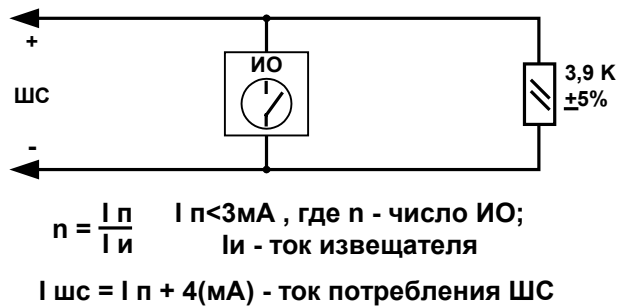

Рис. 5 Охранный ШС с активными ИО
- от активных ИО с нормально-разомкнутыми контактами с контролем обрыва (см. Рис. 5, Табл. 8);
Примечание. Количество ИО, включенных в ШС данного типа рассчитывается по формуле на Рис. 5, исходя из тока применяемого извещателя $I_{и}$.